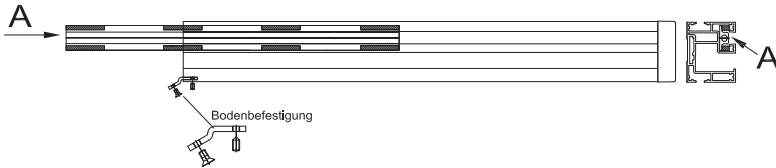

Abb. 18: Verschraubung der Bodenbefestigung
- » Schieben Sie die Innenführungsleisten (A – Abb. 18) in die obere Gasse der Führungsschienen.